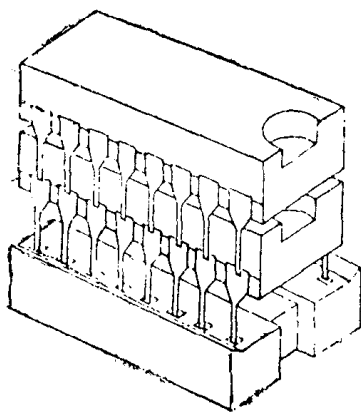

图 3.2-1
3.2 IBM PC/AT 256KB 存储器散件（见图3.2-1）